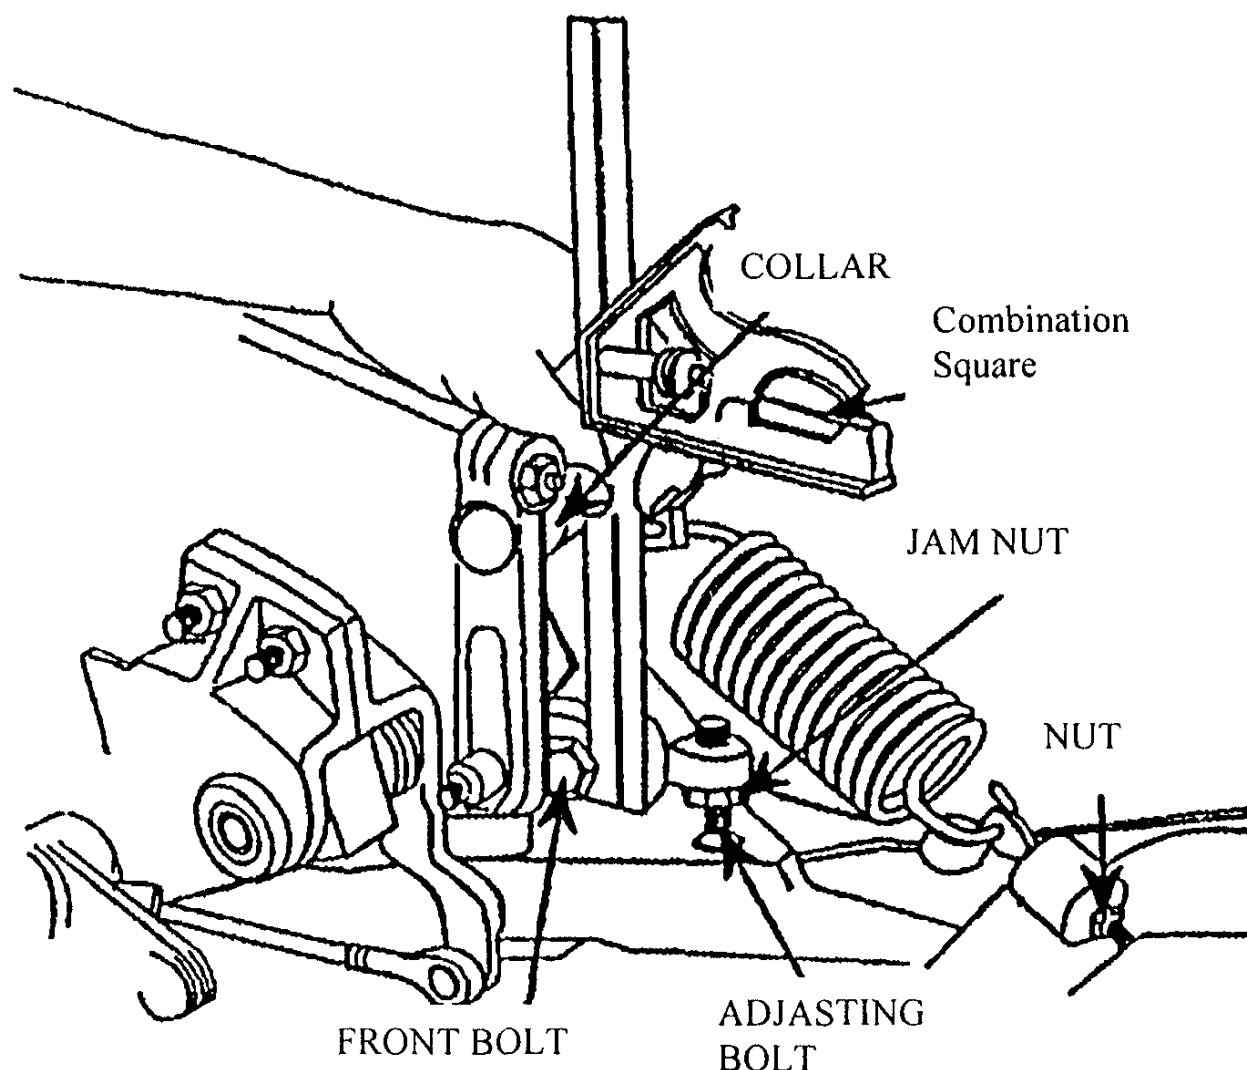

Рисунок 4
часть и опустите переднюю. При выставлении плоскостей надо брать за основу плоскость кегельной палубы (рисунок 4).
2. Ослабьте втулку на переднем хомуте оси и вытяните ее из хомута (рис. 4).